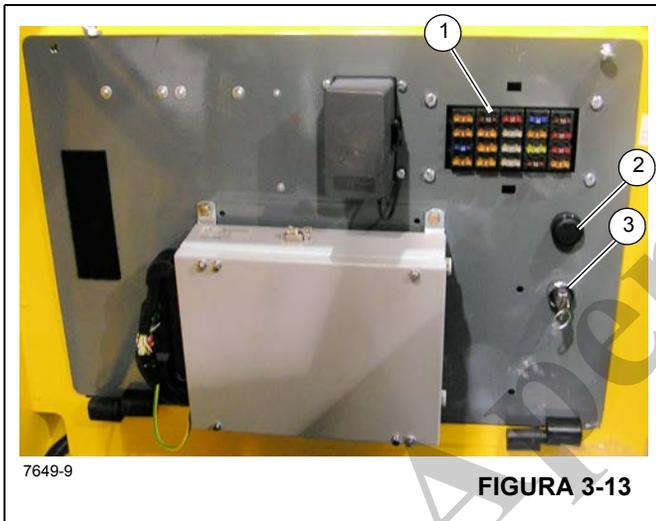

FIGURA 3-13
O sistema de carga do cilindro telescópico opera automaticamente e não requer nenhuma interação do operador. O indicador acende na cor âmbar e a campainha toca (2), (Figura 3-13) quando a lança é elevada acima de 35° e o sistema de carga do cilindro telescópico não está funcionando corretamente. Se a campainha tocar e o indicador acender, o operador deve imediatamente estender um pouco telescopicamente para carregar manualmente os cilindros telescópicos, parar a operação, então solicitar reparo do sistema conforme necessário.
O painel de fusíveis (1) (Figura 3-13) localiza-se atrás do assento da cabine no conjunto do painel de fusíveis e relés da cabine. Ele contém até 20 fusíveis que protegem os vários componentes elétricos do guindaste.
A chave de cancelamento de emergência do RCL (3, Figura 3-13) é um contato operado por chave que está localizada dentro da cabine do operador no conjunto do painel atrás do assento. Quando acionada (girada no sentido horário), a chave cancelará e evitará que o RCL trave as três funções do guindaste (abaixamento da lança,